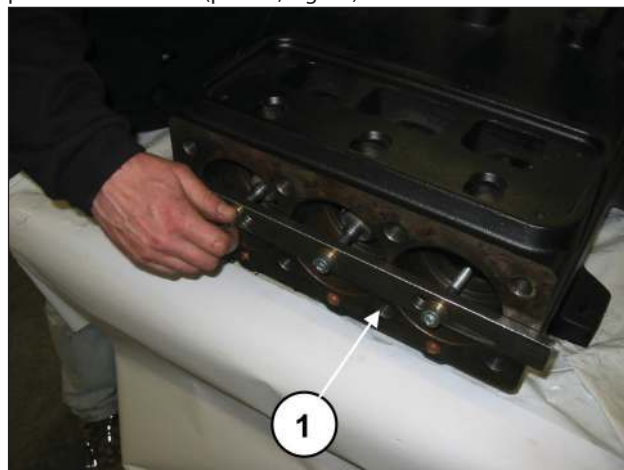
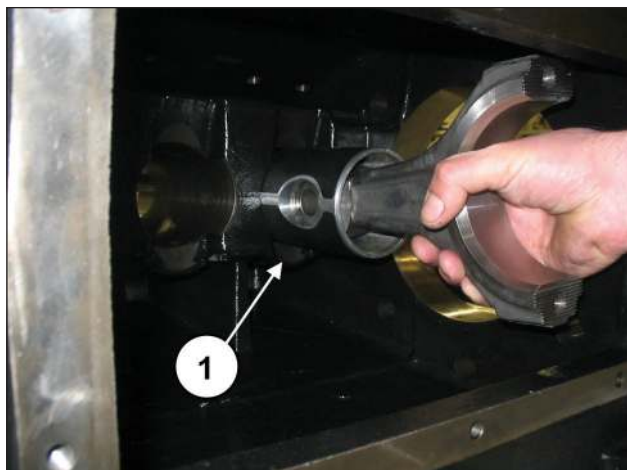

Fig. 32
Fig. 33
En aquellos casos en los que sea necesario sustituir una o más bielas, o guías del pistón, actuar del siguiente modo: Aflojar los tornillos de la herramienta cód. 27566200 para desbloquear las bielas (pos. ①, Fig. 32) y, a continuación, extraer los grupos biela-guía del pistón por la abertura posterior del cárter (pos. ①, Fig. 33).
Comprobar que el cárter esté limpio e introducir el grupo semibiela-guía pistón dentro de las levas del cárter (pos. ①, Fig. 33).
Bloquear los tres grupos con la herramienta cód. 27566200 (pos. ①, Fig. 32).
27566200 (pos. ①, Fig. 32).